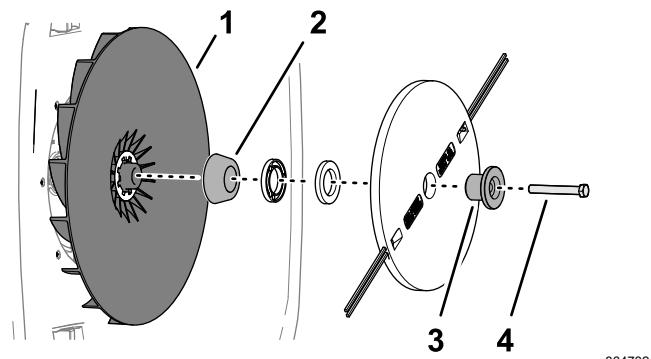

图 30
1. 使用螺栓将卡环、剪草刀盘、垫片和锥形垫片组装至叶轮 图 30